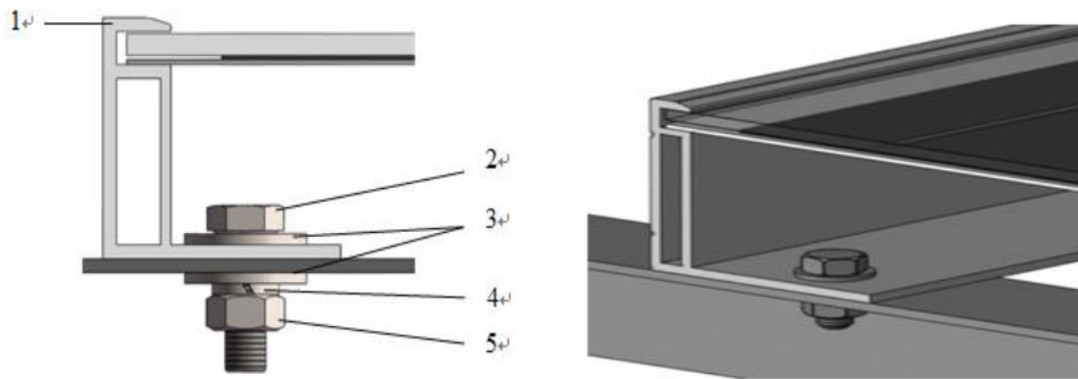

图 1. 使用螺栓嵌入法安装的 PV 组件 PV modules installed using bolt embedding method
- 如图1所示，使用M8螺栓、平垫圈、弹簧垫圈和螺母在每个固定位置固定组件，并拧紧至16~20 N.m（140-180lbf.in）的扭矩。
- As shown in Figure 1, use M8 bolts, flat washers, spring washers and nuts to fix the modules at each fixed position and tighten them to a torque of 16-20 N.m (140-180lbf.in).